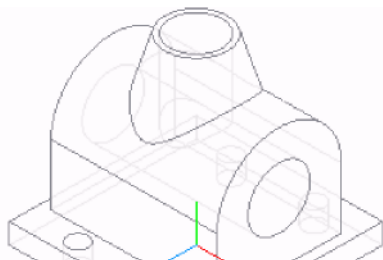

Рис. 7.30
10. Отриманий ескіз використаємо для створення отвору за допомогою операції  Вирізати видавлюванням. Спосіб побудови - До поверхні. А як поверхня-границя вказуємо створений на попередньому етапі наскрізний отвір (рис. 7.30).